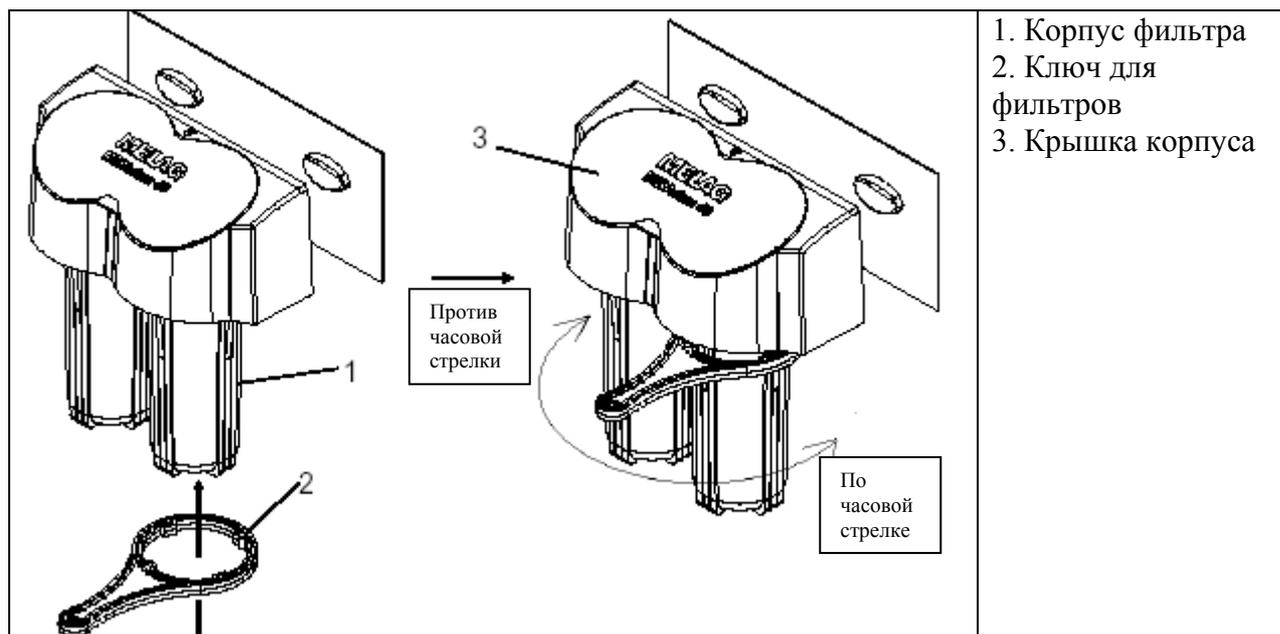

Рисунок 18: Применение ключа для фильтров
- Наденьте ключ снизу на корпус фильтра и двигайте вверх до упора. Ключ должен плотно прилегать к корпусу фильтра. Откройте корпус фильтра, поворачивая ключ по часовой стрелке (см. рисунок 18). Как только корпус фильтра начнет поворачиваться свободно, можно снять ключ и отвинтить фильтр до конца вручную.